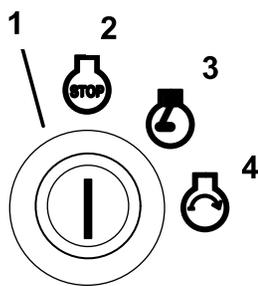

Figure 15
- Tournez la clé dans le sens horaire en position de marche (Figure 15). Le témoin de préchauffage s'allume.
- Tournez la clé de contact à la position contact coupé (Figure 15). Attendez l'arrêt de toutes les pièces en mouvement avant de quitter la position de conduite.